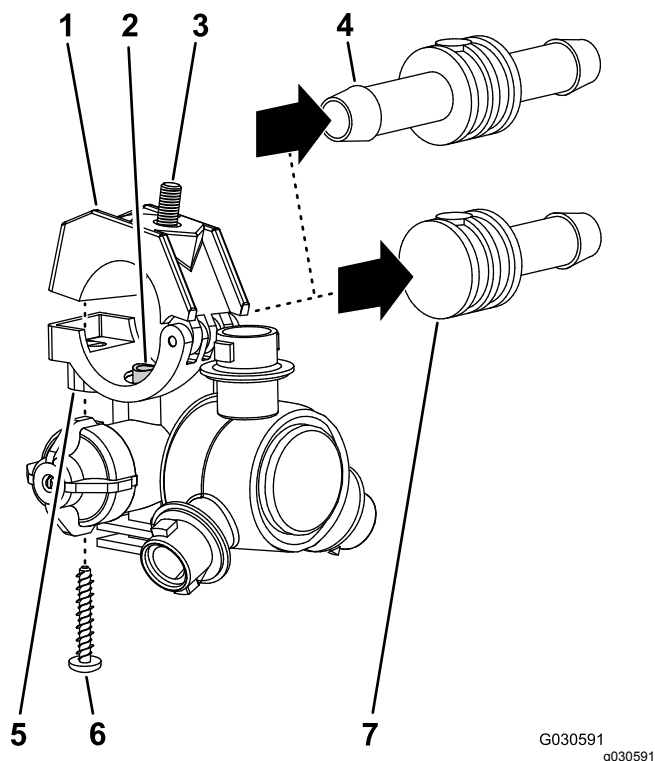

Figura 48
- Retire o parafuso de aço inoxidável (N.º 12 x 1-1/4 pol.) que prende a metade do grampo superior e a haste do tubo roscado simples ou dupla (3/4 pol.) ao corpo do bico do pulverizador e separe a haste do tubo roscado e o tubo do bico (**Figura 48**).